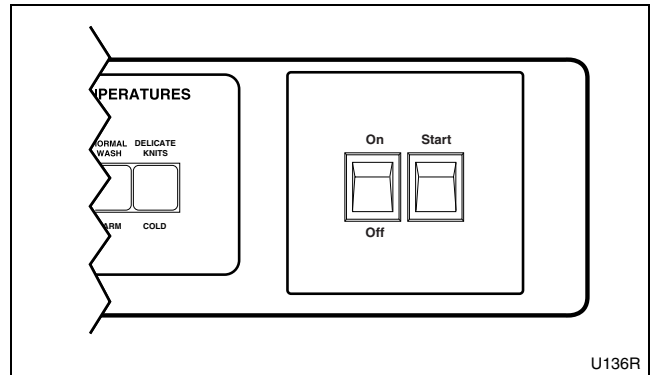

Figure 22
- Modèles sans monnaie :** Appuyer sur le bouton Start (démarrage). Se reporter à la *Figure 22*.